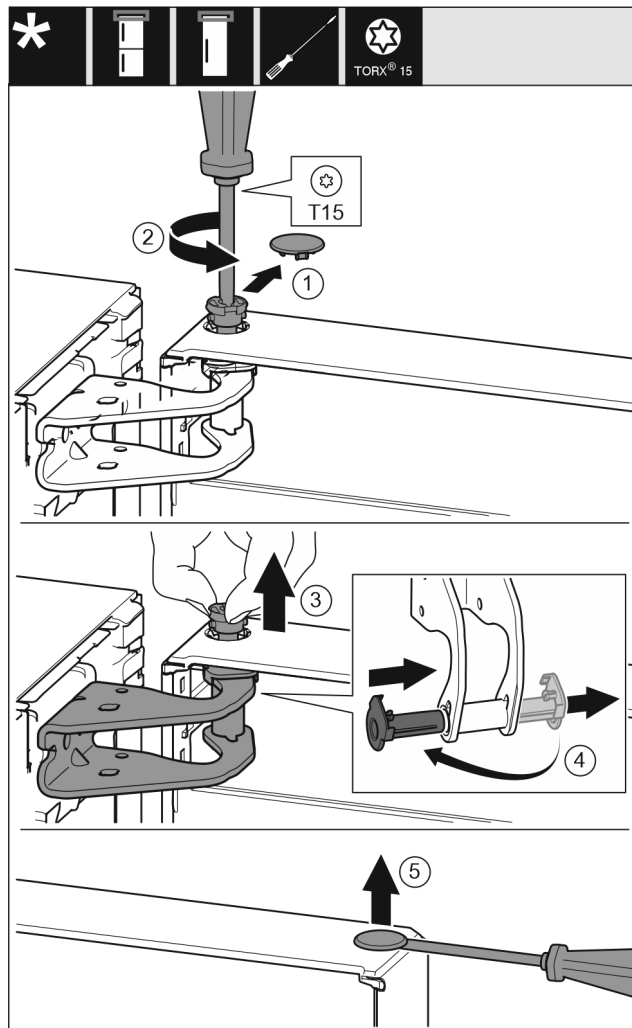

Fig. 5
- Sicherungsabdeckung vorsichtig abziehen. Fig. 5 (1)
- Bolzen mit Schraubendreher T15 ein Stück herausdrehen. Fig. 5 (2)
- Tür festhalten und Bolzen mit den Fingern herausziehen. Fig. 5 (3)
- Lagerbuchse aus Führung ziehen. Von der anderen Seite einsetzen und einrasten. Fig. 5 (4)
- Stopfen aus der Tür Lagerbuchse vorsichtig mit einem Schlitzschraubendreher anheben und herausziehen. Fig. 5 (5)